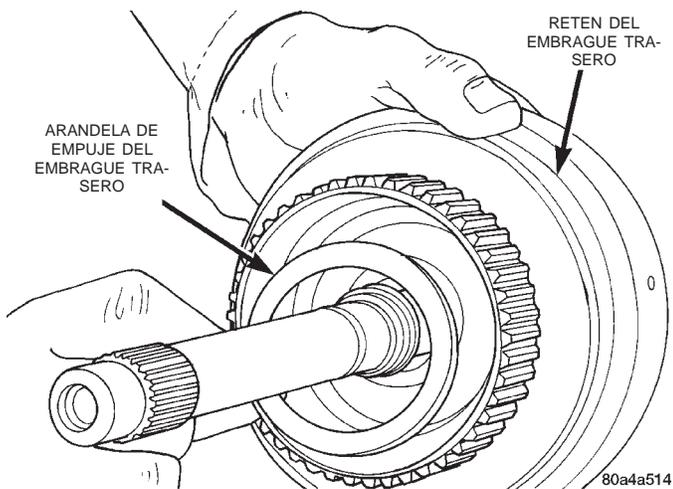

Fig. 144 Instalación de la arandela de empuje del embrague trasero
(16) Recubra la arandela de empuje del embrague trasero con vaselina e instale la arandela sobre el eje impulsor y dentro del retén de embrague (Fig. 144). Utilice suficiente vaselina como para mantener la arandela en su lugar.